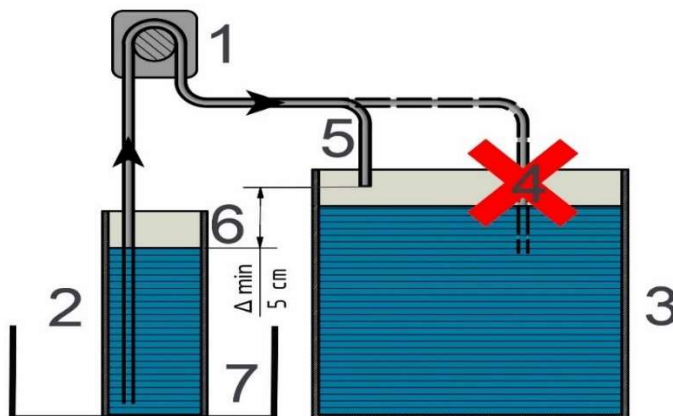

Рис. 1: Правила техники безопасности:
Дозирующие помпы (1) являются самовсасывающими и должны устанавливаться, как показано на рис.1. Это единственный способ предотвратить полное опорожнение контейнера для хранения (2). Желательно, чтобы шланги были как можно короче (макс. 2 м водяного столба = 0,2 бар), но шланг на стороне всасывания должен доходить до дна емкости для хранения (2). Во избежание обратного потока дозирующий шланг не должен висеть в аквариумной воде (4). Уровень воды в накопительном баке (6) всегда должен быть ниже конца дозирующего шланга (5). Если следовать этим инструкциям, то уровень воды в фильтре / аквариуме (3) не имеет значения.